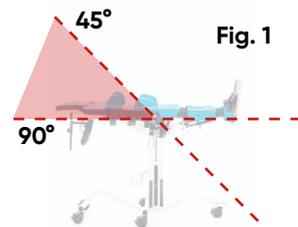

Fig. 1
Las tallas 3+4 de la **till.** están equipadas con un sistema de seguridad adicional para la máxima estabilidad en todas las situaciones. Ese sistema de seguridad se encarga de que la superficie de apoyo solo pueda subir hasta una altura programada, cuando la superficie se encuentra en un rango de ajuste de 45°-90° (véase **fig. 1**). Cuando la flecha roja (D) alcanza la marca roja en la columna central (E), durante el ajuste en altura, el sistema de seguridad para automáticamente el ajuste en altura.
La superficie de apoyo se puede ajustar en un rango de  $0^\circ$  hasta  $90^\circ$  (véase la **fig. 1**). Para modificar la inclinación de la superficie de apoyo pulse los botones **B** y **C**. Con el botón **B** controla el movimiento horizontal de la superficie de apoyo y con el botón **C** el vertical. Suelte el botón correspondiente tan pronto alcance la inclinación deseada.